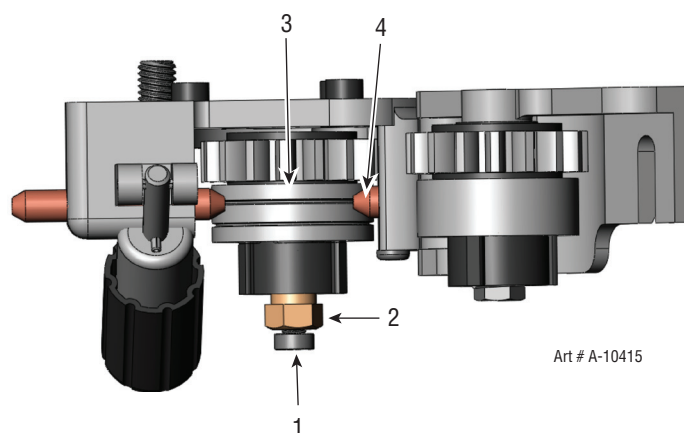

Figura 3-13: Vista superior de la placa de alimentación con el brazo de presión abierto
8. La figura 3-13 presenta el resultado con el alambre instalado. Continúe en la sección siguiente para el ajuste correcto de la tensión.
El rodillo alimentador del fondo puede ser ajustado hacia atrás y hacia adelante para proporcionar una mejor alineación del alambre cuando se alimente a la guía de salida. Ajuste el rodillo por medio de los pasos siguientes y consulte la figura 3-13. Observe, el alambre de soldadura no se presenta para identificar con mayor claridad la ranura en el rodillo alimentador.